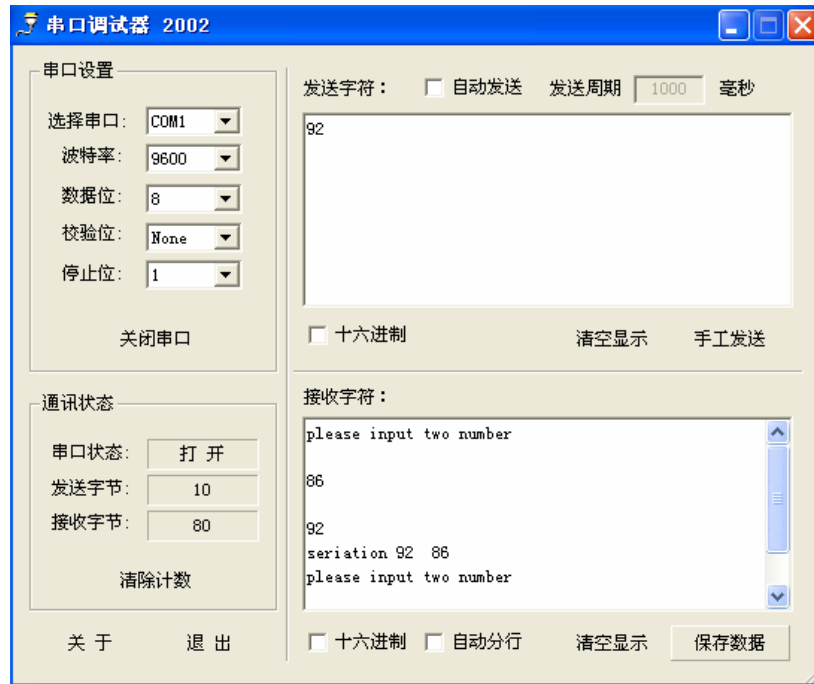

图 3-36
3. 从串口中分别输入 86 和 92，单片机就会按由大到小的顺序将两上数输出到接收区。如下图 3-36 所示。